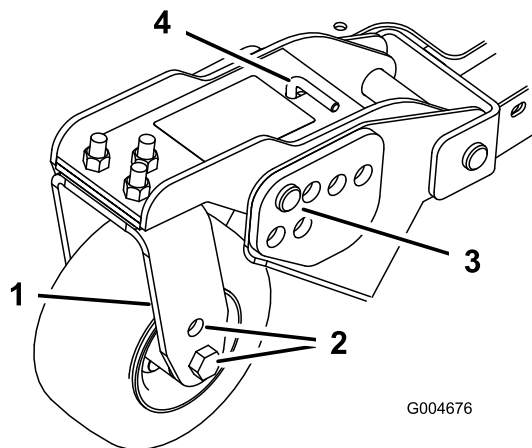
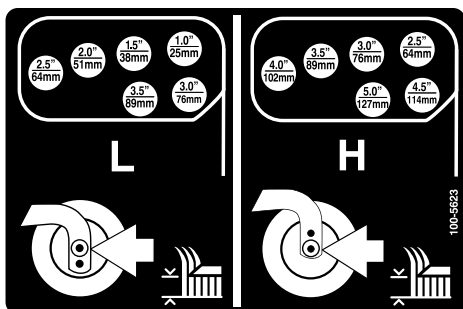

Bild 24
Bild 25
1. Stecken Sie die Laufradachsen in allen Laufradgabeln in die gleichen Löcher (**Bild 22** und **Bild 24**). Siehe die nachstehende Tabelle, um das richtige Loch für die jeweilige Einstellung festzustellen.
4. Entfernen Sie den Splint und den Lastösenbolzen von den Laufradgelenkarmen (**Bild 24**).
5. Drehen Sie die Spannstanze, um den Gelenkarm anzuheben oder abzusenken, bis die Löcher mit den ausgewählten Löchern in der Schnitthöhenhalterung im Mähwerkrahmen ausgerichtet sind (**Bild 24** und **Bild 25**).